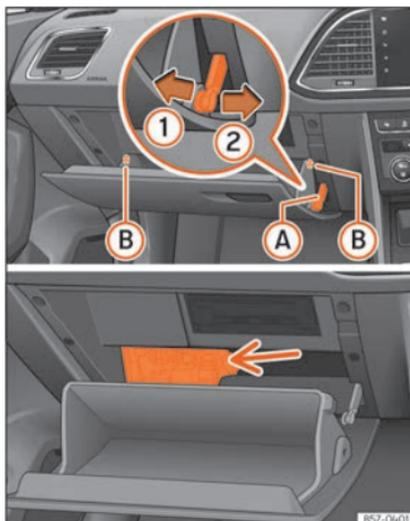

Fig. 50 Porta-luvas (volante à direita): acesso à caixa de fusíveis.
» **Fig. 50 A** em dois passos: primeiro desbloqueie o travão puxando-o para trás (seta ①) e, em seguida, desloque-o ligeiramente para a direita (seta ②). Desmonte a guia quando a tampa estiver em abertura normal (30°).